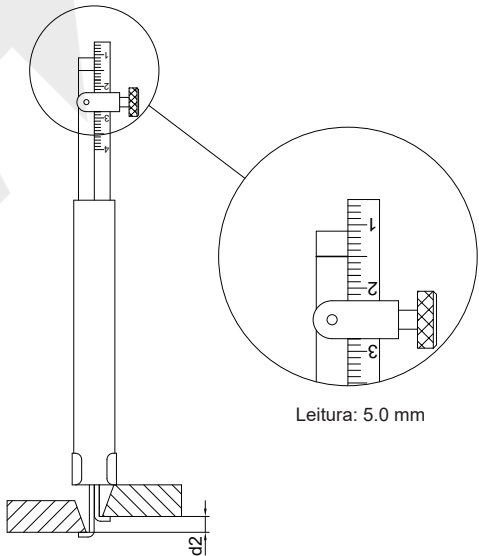

fig.3
2. Desalinhamento interno: Meça o desalinhamento interno d2 conforme a (fig.3) a seguir, a leitura d2=5.0 mm.